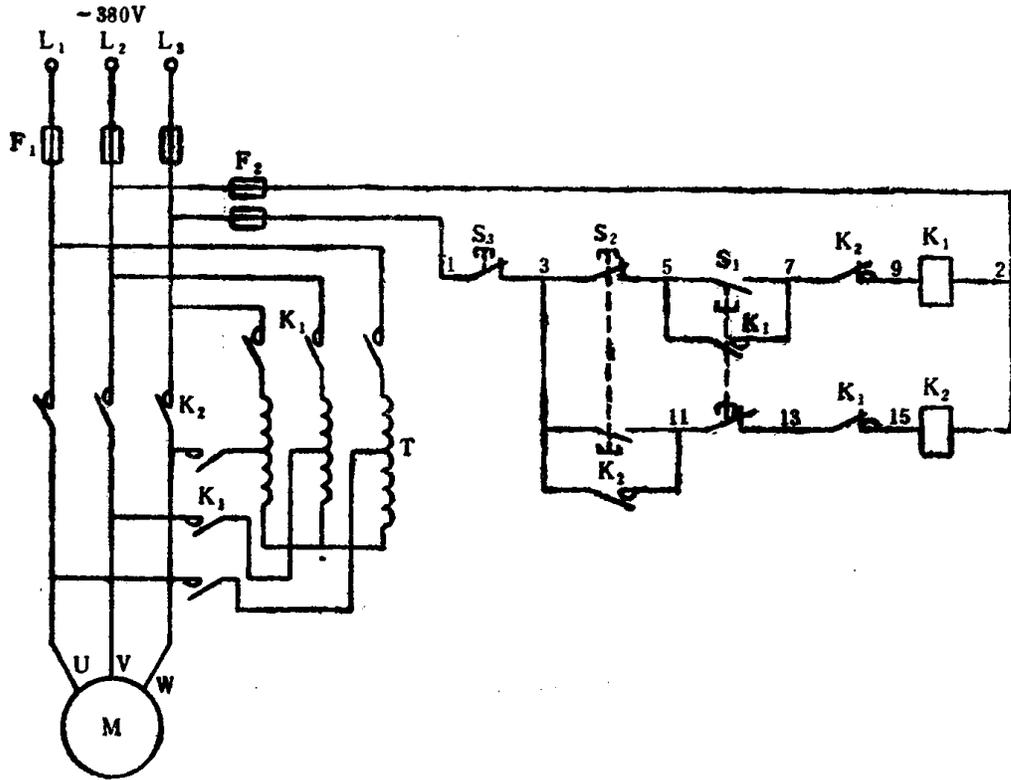

图2-1 自耦变压器减压起动控制原理图
(1) 熟悉40kW交流笼型(曾称鼠笼式)电动机传动水泵的构造原理和自耦减压起动器(曾称补偿器)的控制原理(图2-1)。